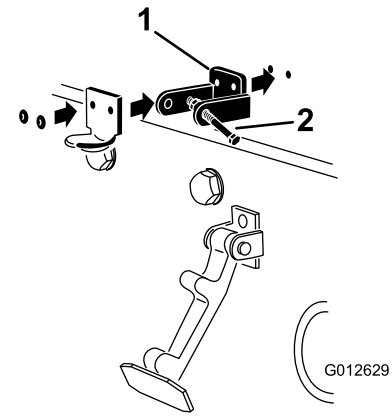

图 6
4. 对准安装孔的同时将 CE 锁定支架和机罩门锁支架放到机罩上 (图 6)。
6. 用铆钉将支架和垫圈铆定到机罩 (图 6)。